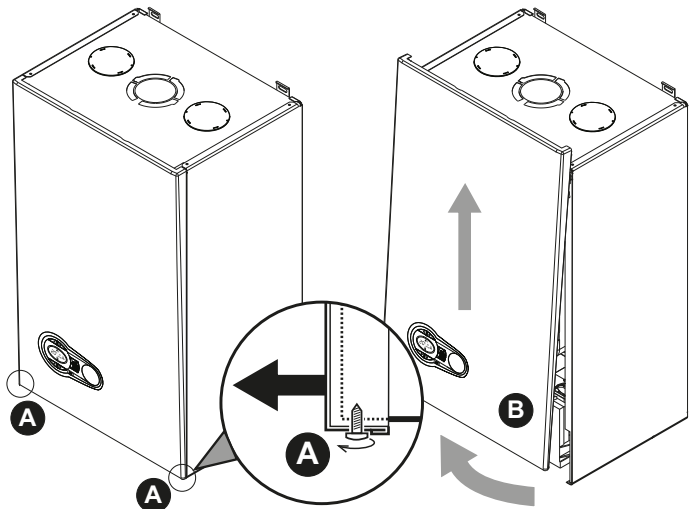

fig. 24 - Apertura del panel frontal
1. Desenroscar parcialmente los tornillos A (fig. 24).